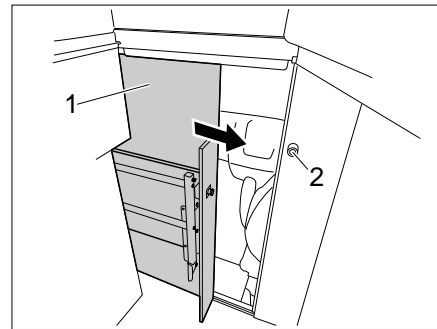

Bild 58 Schloss Fahrerhaus
- ▷ Nur mit gesicherter Tür (Bild 58,1) fahren.
- Tür (Bild 58,1) zuschieben, bis sie im Schloss einrastet.
- Den Griff (Bild 58,2) entgegen dem Uhrzeigersinn drehen, bis die Tür verriegelt ist.
- Den Griff (Bild 58,2) im Uhrzeigersinn drehen, bis die Tür entriegelt ist.
- Die Tür (Bild 58,1) aufschieben und sichern.